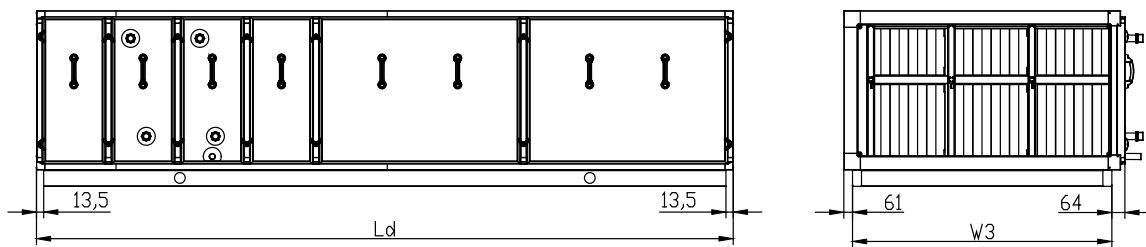

Рис. 12b. Транспортировочная рама (VS 21-150), изготовленная из прямоугольных профилей.
- для агрегатов VS 21-650 с транспортной рамой (рис. 12b и 13а) подпорка будет не менее 200x200мм и расположена она на наружных концах рамы и в середине ее длины.